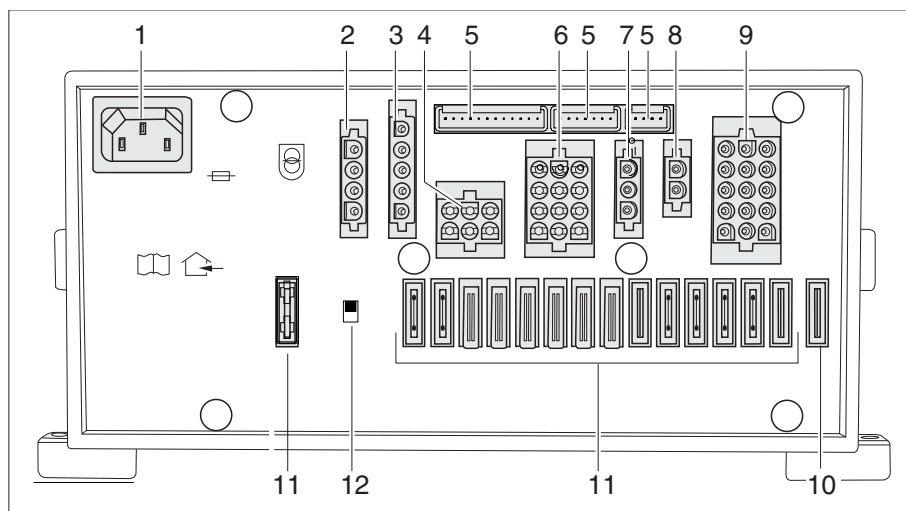

Fig. 244 Centralina elettrica (EBL 111)
- ▷ L'interruttore staccabatteria (Fig. 244,12) disconnette dalla rete a 12 V tutte le utenze collegate alla centralina elettrica.